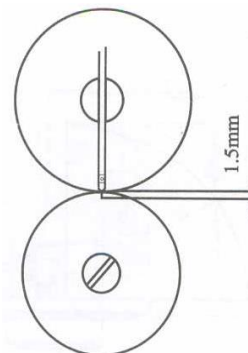

Рис. 10
4. Начальное положение игольной пластины (рис. 10)